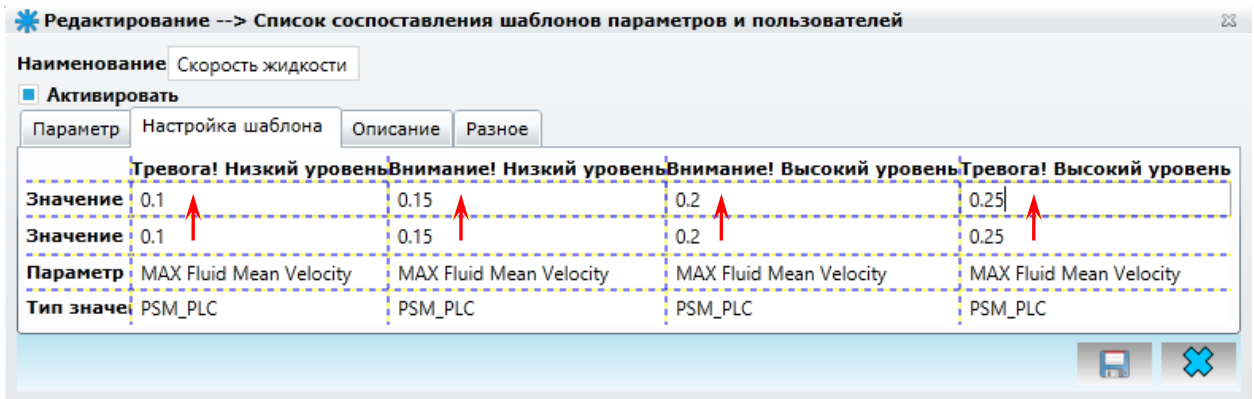

Рисунок 28. Настройка шаблона параметра
- Значения, которые пользователь может настроить для себя сам. Продублировать значения со второй строки в первую строку (Рисунок 28).